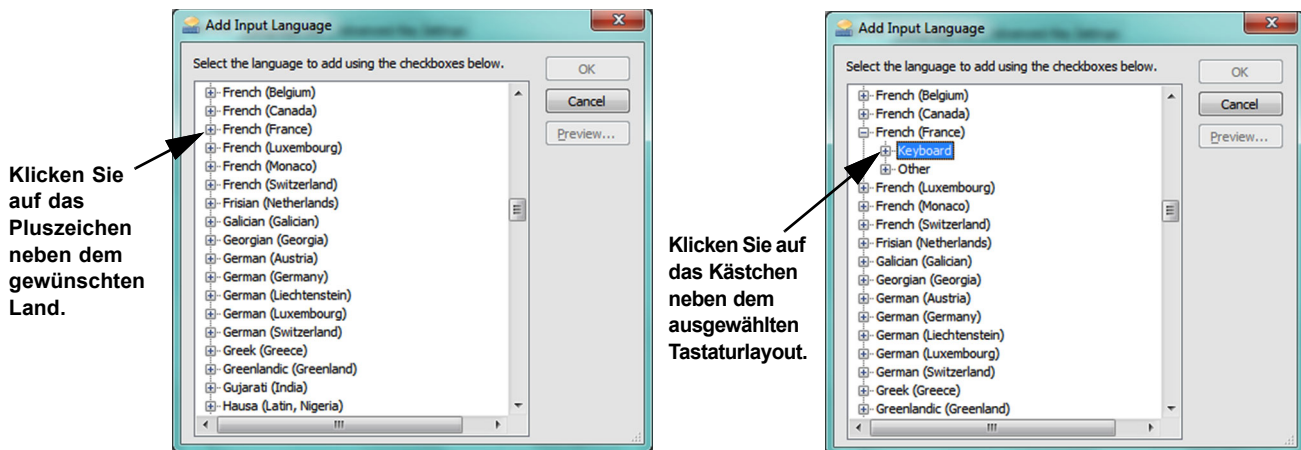
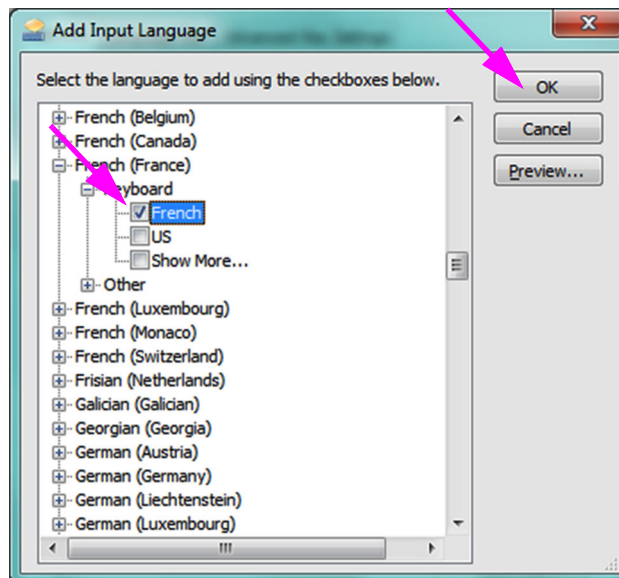

Abbildung C-9. Bildschirm „Add Input Language“ (Eingabesprache hinzufügen) – French (Französisch) ausgewählt (Beispiel)
Abbildung C-10. Fenster „Add Input Language“ (Eingabesprache hinzufügen) mit allen Posten
4. Wählen Sie im Fenster „Add Input Language“ (Eingabesprache hinzufügen) mit dem Dropdown-Menü die gewünschte Kombination „Language (Country)“ (Sprache – Land) aus, klicken Sie auf das **+** neben „Language (Country)“ (Sprache – Land) und klicken Sie anschließend auf das **+** neben der Tastatur (vgl. Abbildung C-9).
5. Nach Auswahl der neuen Tastatur, die zu der in Abbildung C-9 ausgewählten Sprache gehört, wird unter der ausgewählten Tastatur ein Dropdown-Menü angezeigt (vgl. Abbildung C-10).